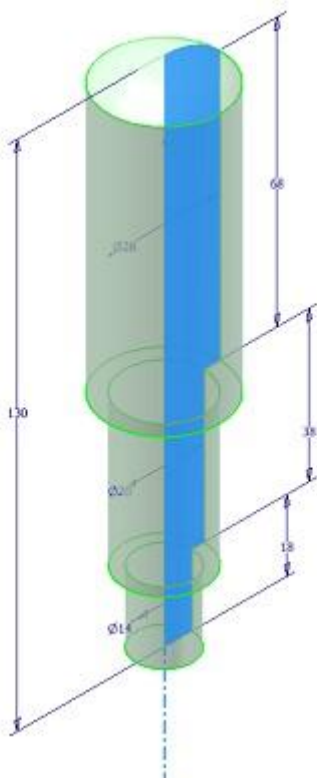

Рисунок 2.10 – Вращение области
- Область вращения и ось подсветятся голубым цветом. Так как на данном этапе работы мы имеем только один эскиз и одну ось, то они автоматически выбираются в качестве области для вращения и оси вращения (рис. 2.10).